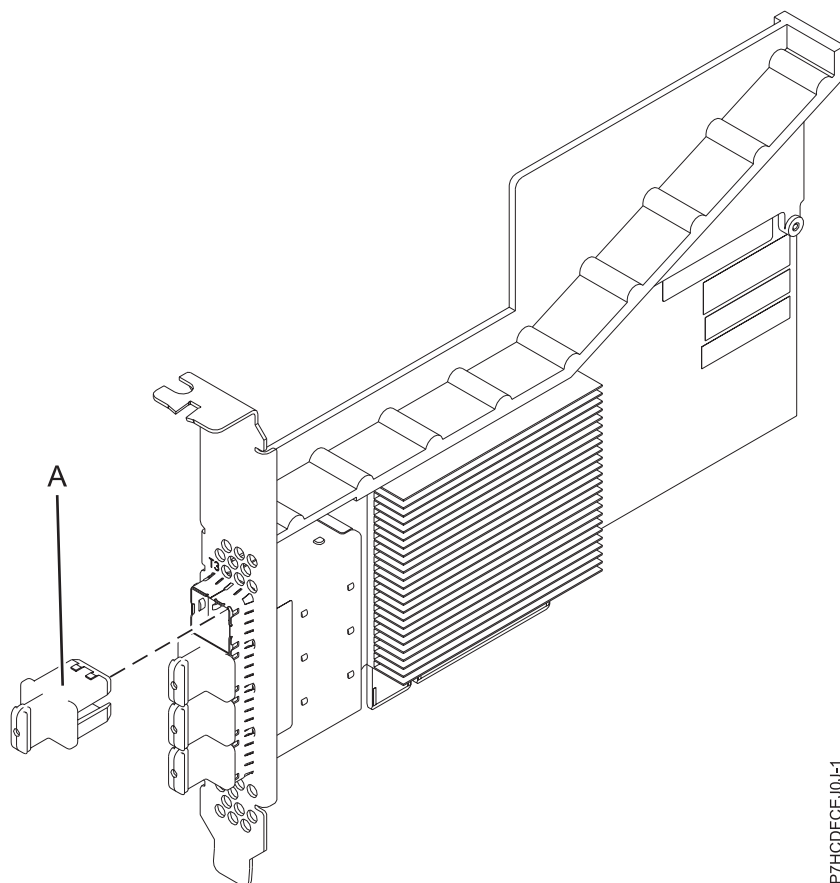

Figura 12. Adaptador PCIe3 RAID SAS
O adaptador PCIe3 SAS RAID de 6 Gb de porta quádrupla é um adaptador PCI Express PCIe, de terceira geração, RAID SAS que possui um low profile, fator de forma curto mas oferecido para instalação full height. O adaptador é usado em aplicativos serial attached SCSI (SAS) de alto desempenho e alta densidade. Ele suporta a conexão de disco SAS e fita SAS usando quatro conectores x4 de alta densidade (HD) mini SAS que permitem que os links físicos sejam usados em várias configurações de portas estreitas e amplas. A conexão de fita SAS é suportada somente em uma configuração de adaptador único e não pode ser combinada com o disco SAS no mesmo adaptador. O adaptador não possui cache de gravação. Figura 12 na página 36 mostra o adaptador PCIe3 SAS RAID de 6 Gb de porta quádrupla.
O Figura 12 mostra o adaptador.O plugue do conector (A) está instalado em uma porta vazia e evita danos a essa porta sempre que um cabo para os conectores de porta adjacente é plugado ou removido.